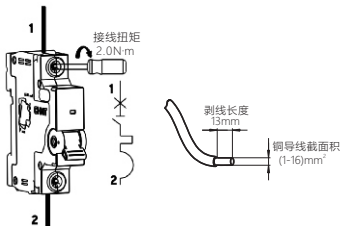

图5 CB-63HZ接线方式
5.4 适用于铜导线连接，导线选择见表1，接线方式及剥线长度示意如图5